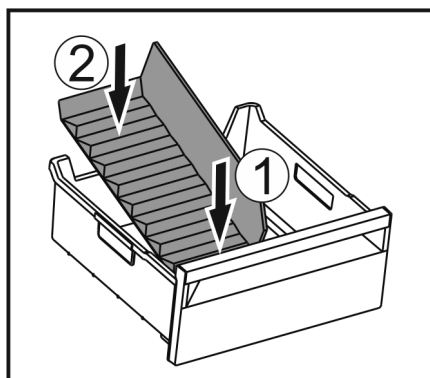

Fig. 170
- Installer la partie avant du séparateur de congélateur. Fig. 170 (1)
- Abaisser la partie arrière du séparateur de congélateur jusqu'au fond du tiroir. Fig. 170 (2)